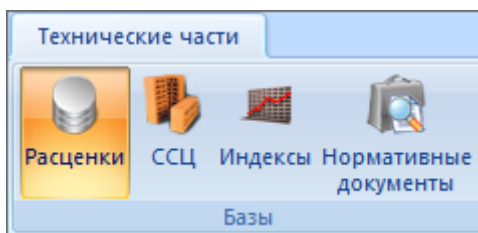

Рис. 2.24 Группа настроек Базы
1. При помощи команд группы настроек **Базы** (рис. 2.24), расположенной на ленте, выбрать тип нормативной базы.